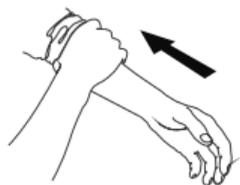

Bild 3
- Nicht über der Kleidung anlegen. Wenn Sie ein Hemd mit weiten Ärmeln tragen, rollen Sie den Ärmel bis zum Unterarm zurück. Sollte Ihre Bekleidung die Blutzirkulation in Ihrem Handgelenk behindern, ziehen Sie sie falls nötig aus, um eine genaue Messung zu erhalten. Falls Ihnen die Messung am linken Handgelenk schwerfallen sollte, können Sie auch das rechte Handgelenk nutzen (siehe **Bild 3**).
- Legen Sie die Handgelenkmanschette **6** wie gezeigt mit dem Display **1** in Richtung Nutzer an. Lassen Sie einen Abstand von ca. 1–2 cm zwischen dem Handgelenk und der Handgelenkmanschette. Ziehen Sie die Handgelenkmanschette fest, so dass sie sich nicht mehr bewegen lässt. Stehen Sie nicht während der Messung. Sitzen Sie in einer bequemen Position mit unterstütztem Rücken, die Füße flach auf dem Boden, die Beine nicht überkreuzt. Halten Sie die Mitte der Handgelenkmanschette auf Höhe des rechten Atriums des Herzens (siehe **Bild 3**).